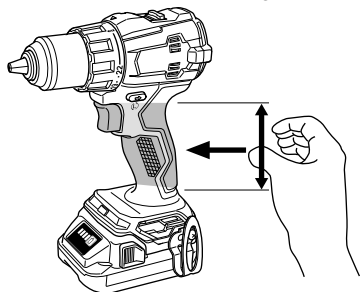

Fig. 1
4. Asegúrese de sostener la herramienta con firmeza durante su funcionamiento. De lo contrario, podría sufrir un accidente o lesiones. (Fig. 1)